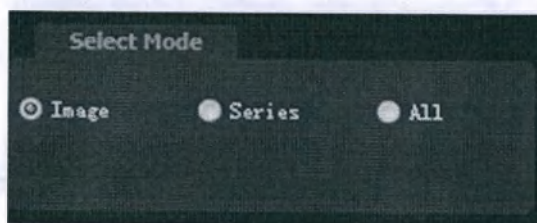

Рисунок 62 Панель выбора режима
На панели [Выбор режима] [Select Mode] (см. рис. 62) можно выбрать следующие режимы:
- Выберите [Изображение] [Image] (см. рис. 62) и на окне отображения нажмите на то изображение, которое хотите загрузить.
- Выберите [Серии] [Series] (см. рис. 62) и на окне отображения нажмите на ту серию изображений, которую хотите загрузить.
- Выберите [Все] [All] (см. рис. 62) и на окне отображения нажмите в любом месте, чтобы выбрать все изображения на текущей странице.